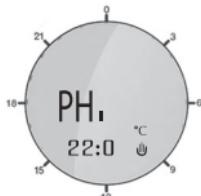

Рисунок 8. Индикация настройки комфортной температуры
Нажмите повторно клавишу меню (3) (1), чтобы войти в настройку комфортной (максимальной) температуры, на дисплее появится индикация соответствующая рис. 8.